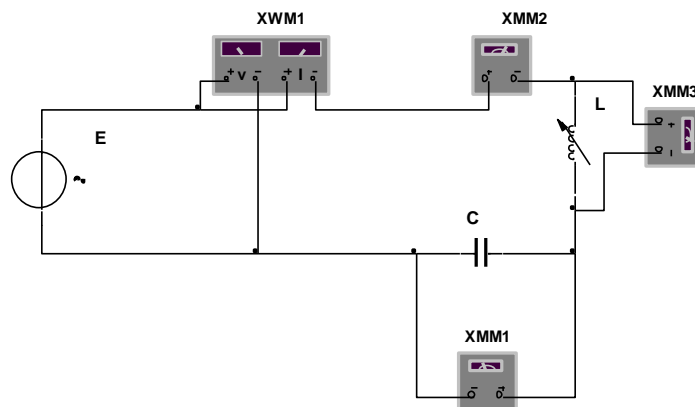

Рисунок 4.1 –Схема дослідної установки до ЛР7
1. Скласти схему згідно рис. 4.1.